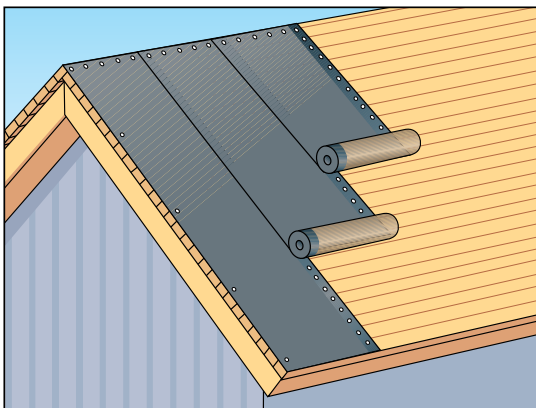
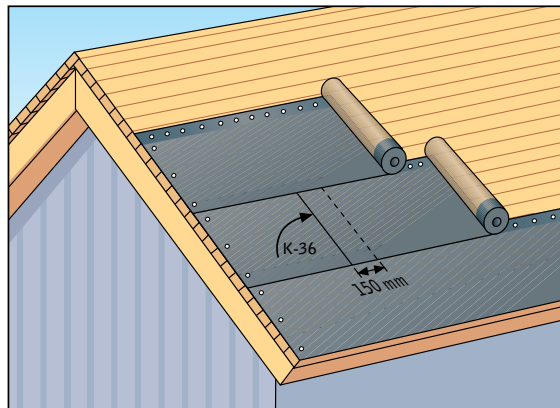

Bild 1a
Bild 1b
- Vi rekommenderar att underlaget monteras vertikalt (bild 1a) för att undvika veck men den kan monteras också horisontellt (bild 1b). Underlaget rullas upp med fokus på placeringen på taket för att bilda en rak linje, spikas från kanten som blir kvar under nästa kant (inklusive de dolda ändarna) och pappan spikas på underlaget.